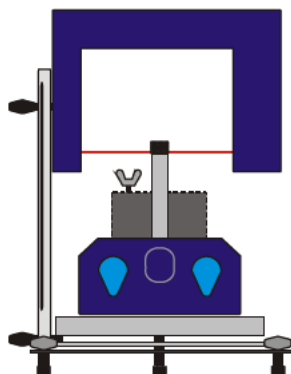

Fig. 2 Allineamento del foto traguardo
- Fissare il fototraguardo per mezzo del supporto presso la tacca dei 10 cm sulla scala della rotaia e regolarlo in altezza in modo che il raggio luminoso possa essere interrotto unicamente dall'interruttore e non dalla vite ad alette del peso supplementare non appena il carrello inizia a muoversi, v. Fig. 2.